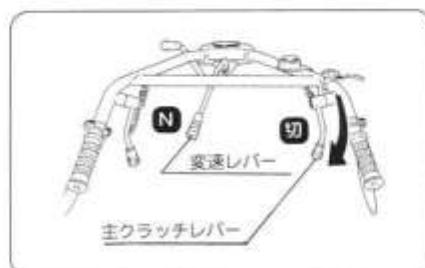

図22
① 変速の際は
- 変速レバーの操作は主クラッチレバーを切っておこなってください。(図22)